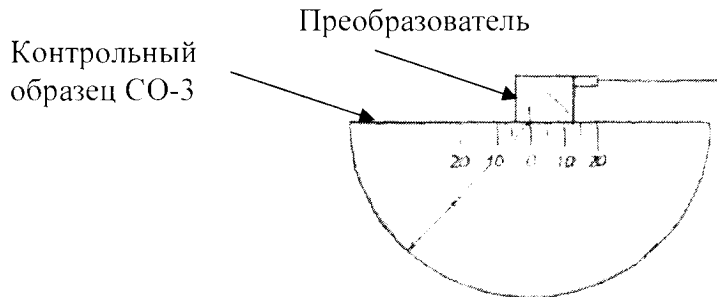

Рисунок 1
5.4.8 Установить преобразователь на поверхность контрольного образца СО-3 со стороны шкалы «20-0-20» над центральной риску «0» (рисунок 1). Небольшим перемещением преобразователя около отметки «0», найти положение, соответствующее максимальной амплитуде эхо-сигнала. Изменить значения параметров («Начало», «Ширина» и «Порог») строба А (горизонтальная красная линия) так, чтобы эхо-сигнал пересекал строб в середине ( > «Строб/Сигнализация» > «Строб» > «Строб А» > «Параметры» = «Положение»). Настроить усиление таким образом, чтобы амплитуда сигнала составляла 80% высоты экрана («Настройки УЗК» > «Дополнительно» > «Установка 80%»). Включить режим «огибающая» («Отображение» > «Свойства» > «А-скан» > «Огибающая»), уточнить максимум амплитуды сигнала.